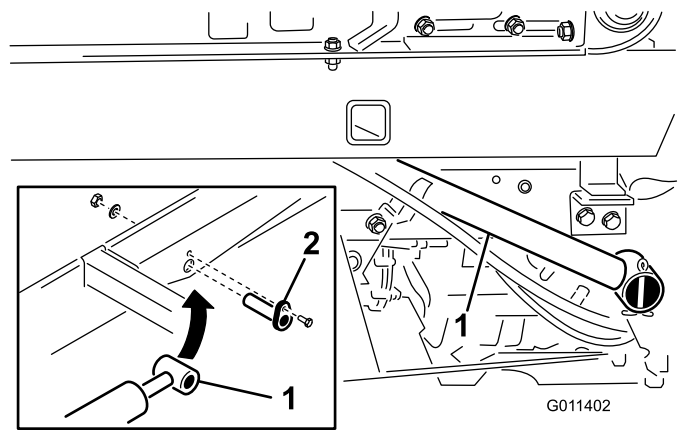

Figura 12
1. Sujete el extremo del émbolo de cada cilindro de elevación a la base de la recebadora con un pasador de cilindro (Figura 12).
2. Fije cada pasador de cilindro a la base de la recebadora con un tornillo (1/4" x 3/4"), una arandela plana y una tuerca (Figura 12).